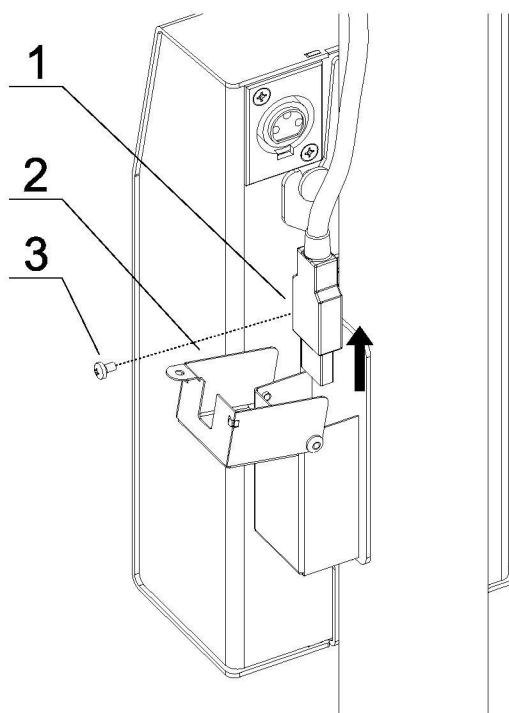

Рисунок 7 – Отсоединение USB штекера видеосистемы.
- 1) открыть крышку защитную 3 с задней стороны блока питания, выкрутив винт 3 (рис. 7);